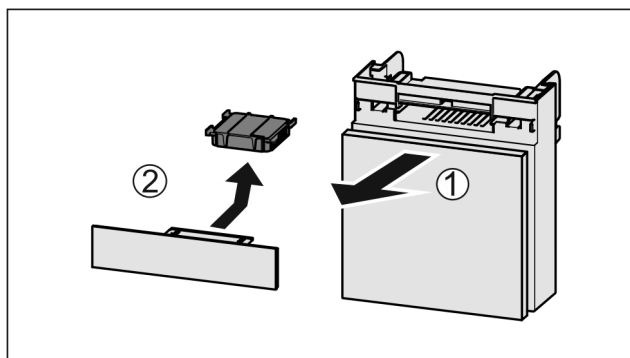

Fig. 72
- ▶ Wyciągnąć Fig. 72 (1) komorę do przodu.
- ▶ Wyjąć Fig. 72 (2) filtr z węglem aktywowanym.